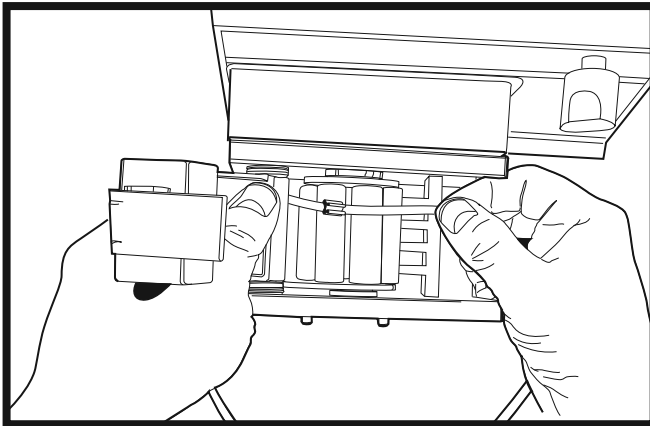

Figure 6. Insérez une extrémité du tube par dessus les rouleaux.
2. Depuis le haut de la tête de pompe, insérez une extrémité du tube par dessus les rouleaux. Tout en tenant le lit d'occlusion, ouvrez suffisamment le cache de protection pour pouvoir insérer le tube entre le cache et le support de tube à encoches (Figure 6).